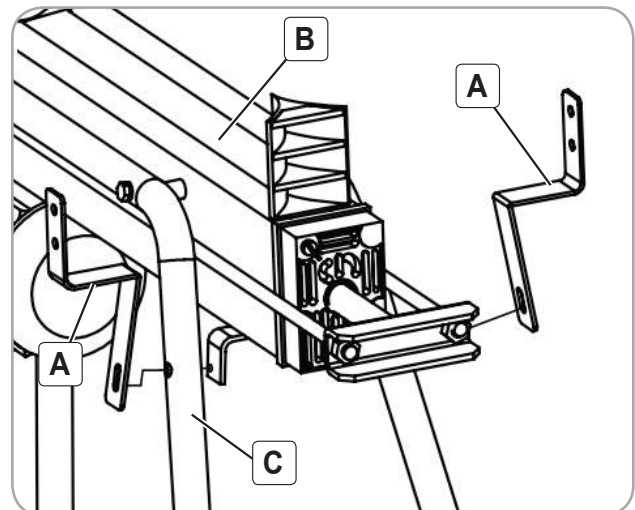

Fig.15
Montați bridele de fixare protecții (A) cu Corpul utilajului (B) prin găurile din Picioarele de susținere (C) cu ajutorul kit-ului de suruburi, conform Fig.15.